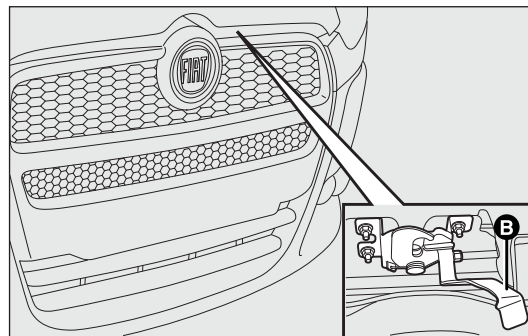
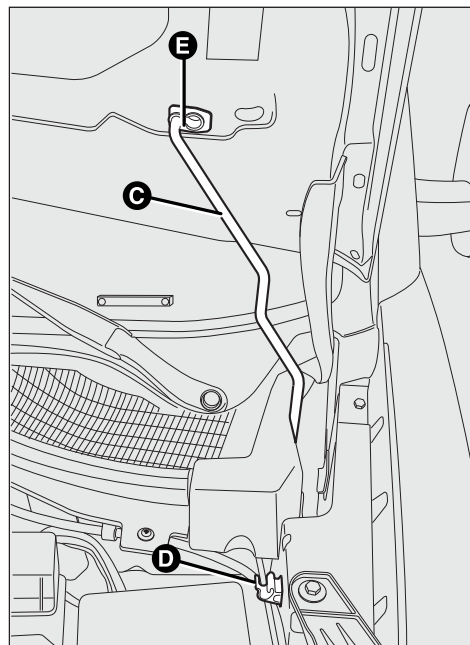

рис. 94
рис. 95
- с помощью рычажка В- рис. 94 поднять капот и одновременно извлечь опорную стойку С рис. 95 из удерживающего ее устройства D рис. 95, вставить конец стойки в гнездо Е рис. 95 капота двигателя (большое отверстие) и подтолкнуть в безопасную позицию (малое отверстие) как показано на рисунке.
Закрытие рис. 95